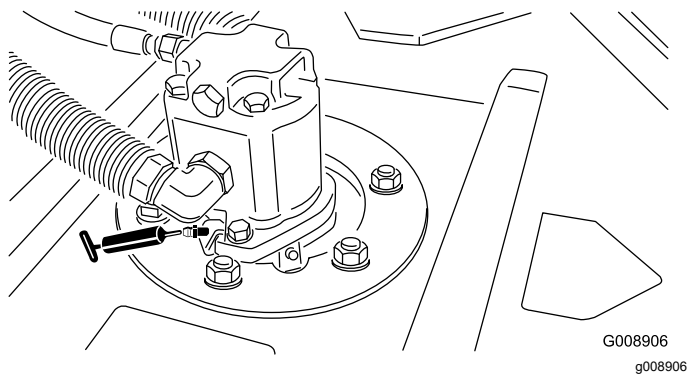

Figure 43
- 2 (par unité de coupe) roulements d'axe de pivot d'unité de coupe (Figure 43)